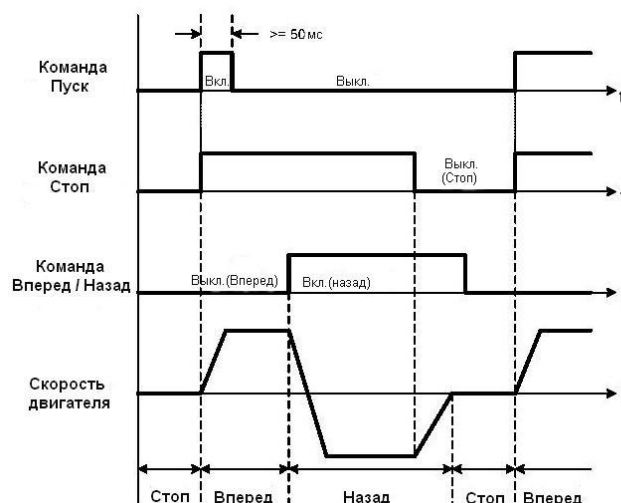

Рис.4.3.3. Алгоритм управления.
- Временные диаграммы работы привода при 3-х проводном управлении показаны на рис. 4.3.3.